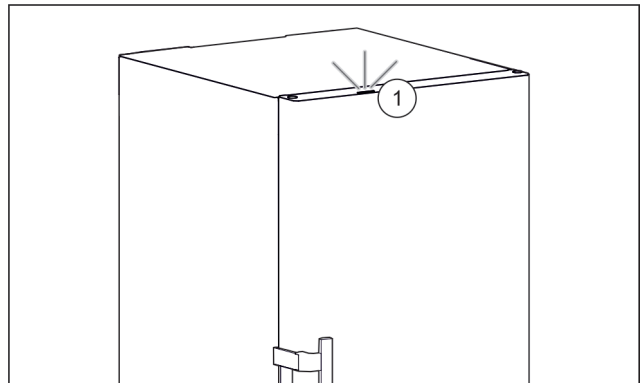

Fig. 41 Luz de estado activa con la puerta cerrada
- ▷ La luz de estado Fig. 41 (1) está activada.